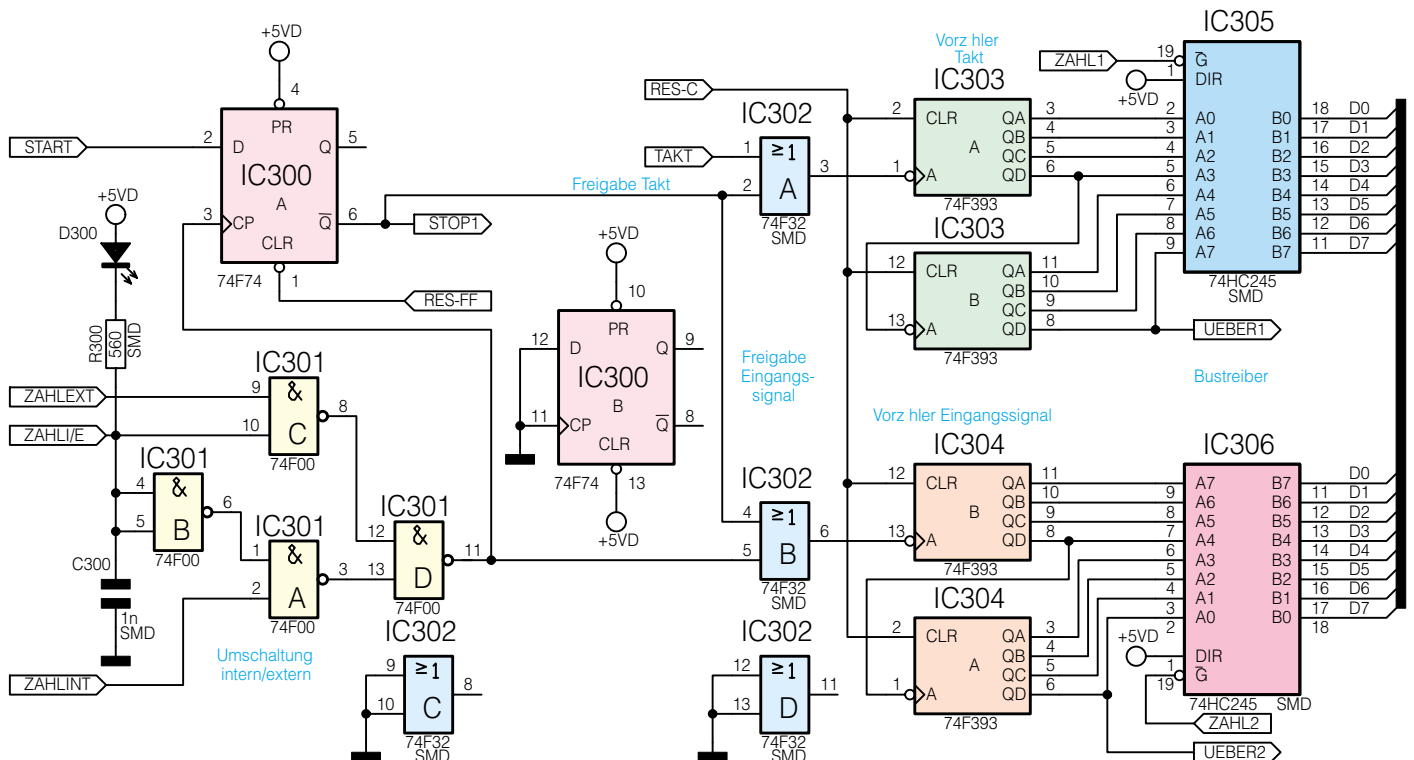

Bild 6: Frequenzzähler des MFG 9001
Nachdem die wesentlichen Steuerfunktionen beschrieben sind, beschäftigen wir uns jetzt mit dem eingangssynchronen Frequenzzähler (12) des MFG 9001. Abbildung 6 zeigt diesen Schaltungsteil. IC 301 wählt aus, welche Quelle für die Zählung herangezogen wird. Das Signal „ZAHLEINT“ stellt die Ausgangsfrequenz des internen Generators dar, während das Signal „ZAHLEXT“ mit dem Ausgang des Frequenzzähler-Vorverstärkers für externe Signale verbunden ist. Die Auswahl des Ein-